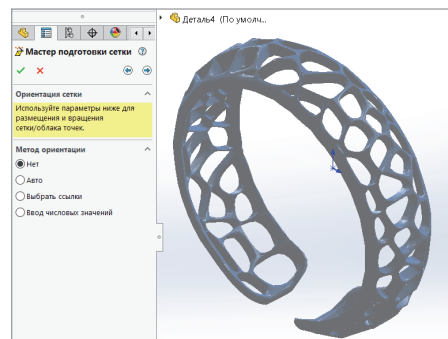

Рис. 3. Функция *Ориентация*
- *Ориентация* (рис. 3). С помощью этой функции можно сориентировать сетку или облако точек по общей исходной точке и плоскостям для корректного отображения в пространстве и удобства дальнейшего управления элементами модели.